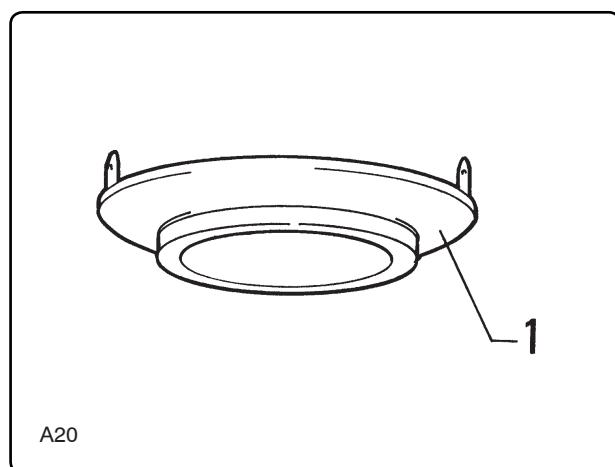

Fig. 6.4.1
**6.4.1 - Ciclone estraibile (fig. 6.4.1)**
**6.4.1 - Removable separator (fig. 6.4.1)**
**6.4.1 - Cyclone extractable (fig. 6.4.1)**
**6.4.1 - Herausznehmbarer Zyklon (Abb. 6.4.1)**